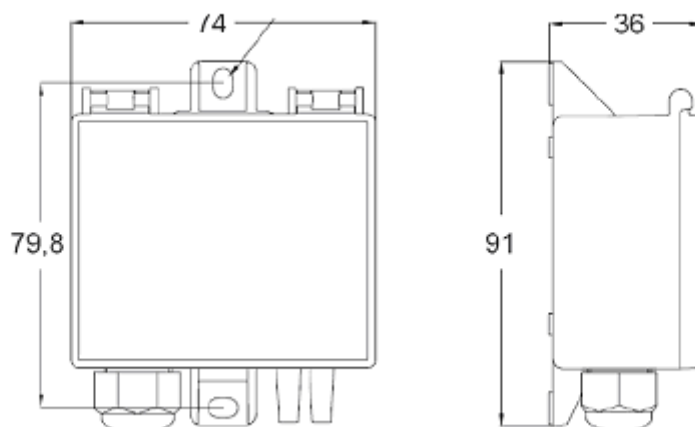

Рис. 1. Габариты датчика давления
- датчик прикручивается прямо к воздуховоду двумя винтами для жести (см. рис. 1).